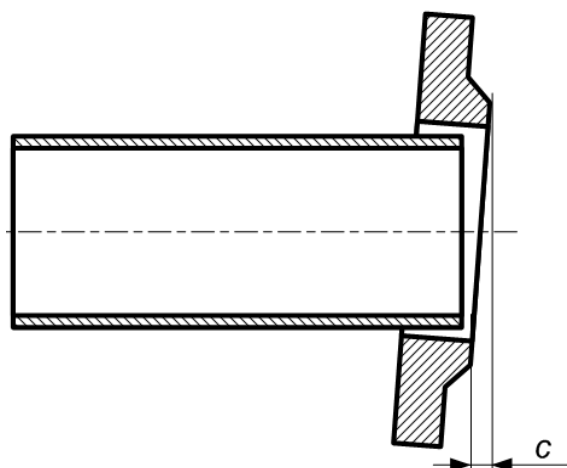

Рис.5. Допуск на перпендикулярность уплотнительной поверхности фланца.
3.3.2.3. Приварить фланцы к прямолинейным отрезкам трубы, обеспечивая перпендикулярность прилегающей к расходомеру (уплотняющей) поверхности фланца оси привариваемого отрезка трубы (рис.5).